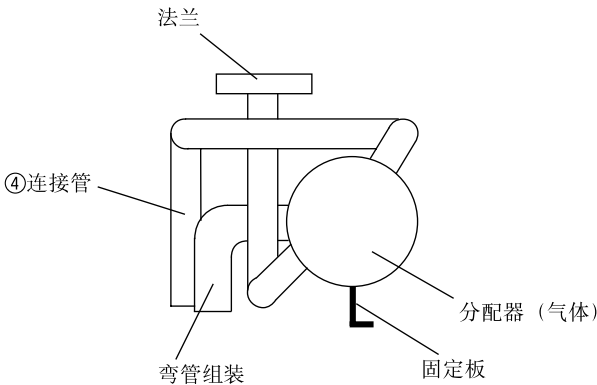
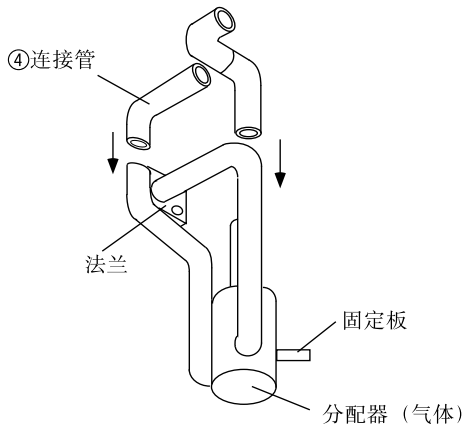

图 2
图 3
- (3) 铜焊连接管 (④) 并按步骤 (2) 将管道组装到分配器 (气体) 上以便按图2所示安装连接管。有关组装步骤, 见图3。当铜焊管道时, 使用湿的废布冷却分配器侧的管道, 以免由于铜焊造成过热。